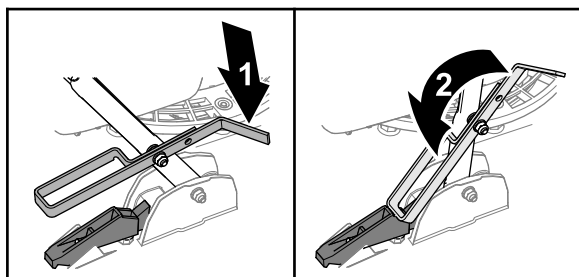

図 19
- ハンドルバーを持ち上げてフットストップを前に倒せばハンドルバーが解放されます **図 19**。